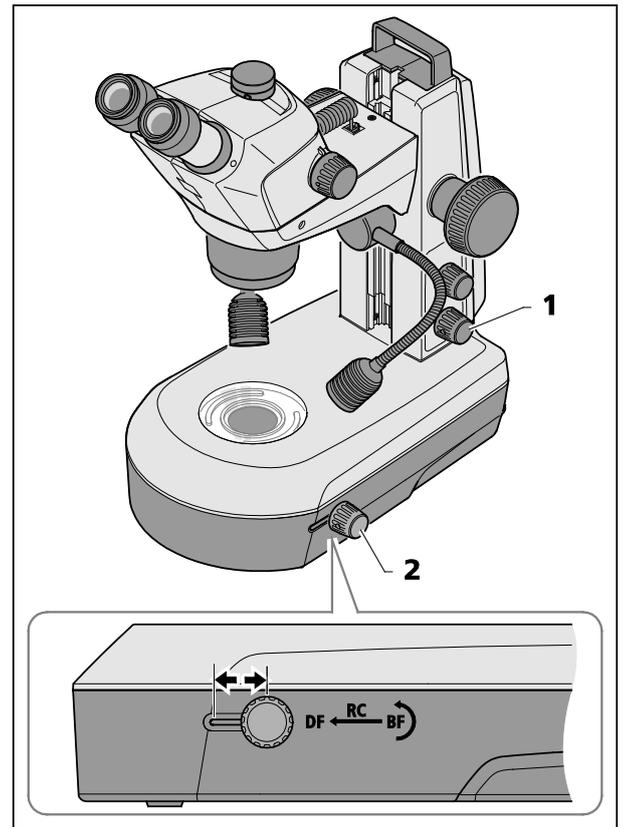

Bild 26 Durchlichteinheit im Stativ K LAB
- Durch Drücken auf den unteren Drehknopf (Bild 26/1) Durchlicht einschalten.
- Durch Schieben des Dreh-/Schiebeknopfes (Bild 26/2) in die hintere Stellung Hellfeld (BF) einstellen.
- Durch Drehen des Dreh-/Schiebeknopfes (Bild 26/2) den Klar- oder diffusen Spiegel einschwenken bzw. den Kippwinkel verstellen.
- Durch Verschieben des Dreh-/Schiebeknopfes (Bild 26/2) in die vordere Stellung wird auf Dunkelfeld-Beleuchtung (DF) umgeschaltet.
- ☞ Durch Verschieben des Dreh-/Schiebeknopfes (Bild 26/2) in eine mittlere Position und durch Kippen des Spiegels werden Schräglichte effekte (RC) erzeugt, sehr gut geeignet zum Sichtbarmachen von Strukturen ungefärbter Objekte.